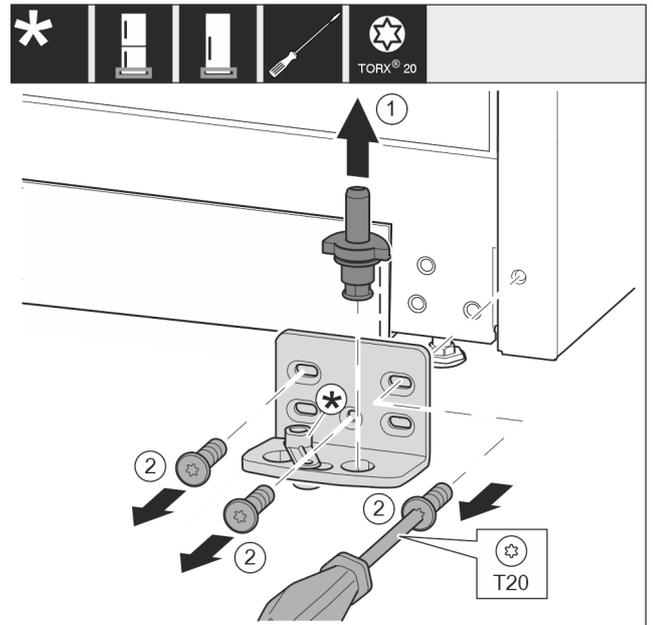

Fig. 11
- ▶ Lagerbolzen komplett nach oben herausziehen. Fig. 11 (1)
- ▶ Schrauben mit Schraubendreher T20 herausdrehen und Lagerbock abnehmen. Fig. 11 (2)